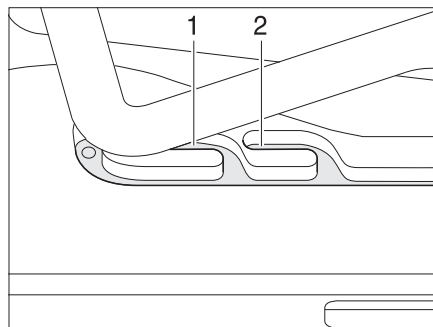
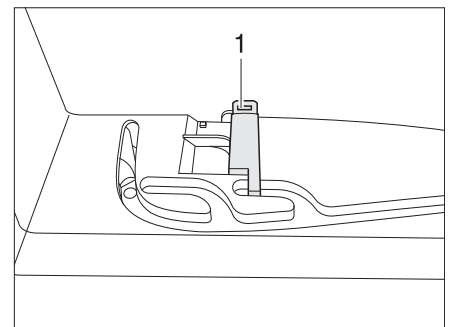

Bild 25 Kipp-Dachhaube in Lüftungsstellung
Bild 26 Verriegelung in Lüftungsstellung
Die Kipp-Dachhaube kann in zwei Lüftungsstellungen gebracht werden: Schlechtwetterstellung (Bild 25,1) und Mittelstellung (Bild 25,2). Je nach Modell kann die Dachhaube in der Mittelstellung mit dem Riegel (Bild 26,1) verriegelt werden.
- Den Bügel leicht nach oben drücken und in die gewählte Führung (Bild 25,1 oder 2) schieben und ggf. verriegeln.